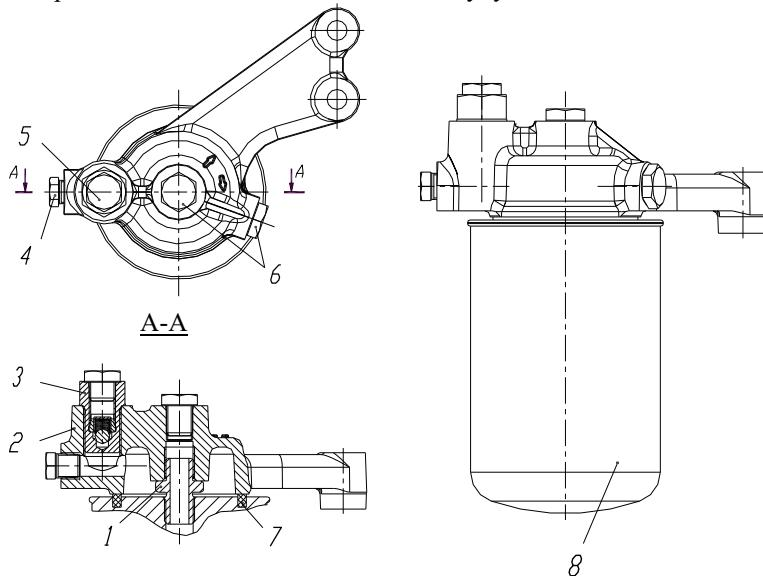

Рис. 21. Фильтр тонкой очистки топлива со сменным фильтром:
Фильтр тонкой очистки топлива (рис. 21) состоит из корпуса 2 с ввернутым к нему штуцером 1 и сменного фильтра для топлива 8. Сменный фильтр выполнен в виде неразборного патрона с металлическим корпусом. Установка сменного фильтра на корпус осуществляется наворачиванием его до упора на центральный резьбовой штуцер 1. Уплотнение между корпусом и сменным фильтром обеспечивается уплотнительным кольцом 7 сменного фильтра. В корпус 2 ввернут клапан жиклер 3. Через клапан жиклер сливаются часть топлива вместе с воздухом, попавшим в систему низкого давления. Клапан жиклер отрегулирован на давление начала открытия 20...40 кПа (0,2...0,4 кгс/см²). При малом давлении в системе, что может наблюдаться при пуске двигателя, клапан перекрывает канал и слива топлива не происходит, питание ЭФУ топливом улучшается.
2. Отвернуть сменный фильтр для топлива 8 (см. рис. 21). В случае затруднённого отворачивания фильтра использовать специальный съёмник.